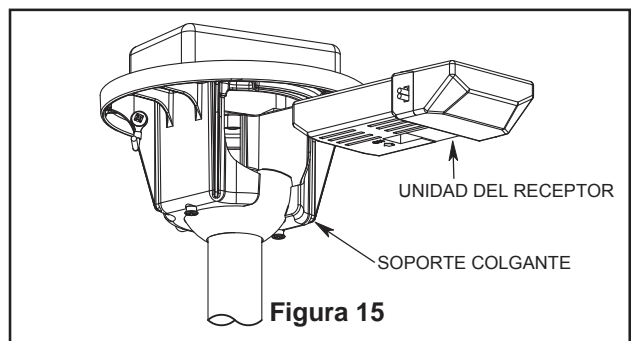

Figura 15
3. Deslice la unidad del receptor en el extremo abierto del soporte colgante. (Figura 15)